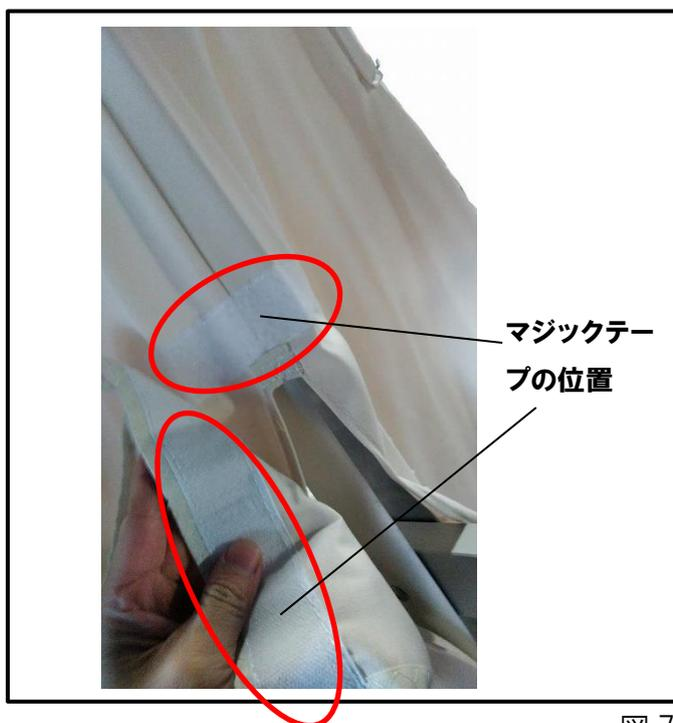

図.7
- ① ハンドルを真ん中の位置まで移動させてパラソルを半分だけ開きます。(図.7)
- ② 当て布 (E) の取付け位置を確認して下さい。
- ① 当て布 (E) のマジックテープとパラソルのマジックテープの位置を確認して、しっかり留めて下さい。(図.7)